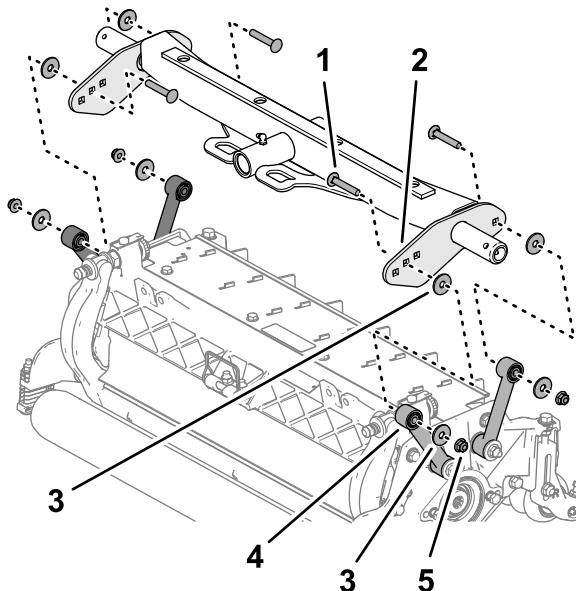

Bild 16
2. Legen Sie eine Unterlegscheibe zwischen der Trägerplatte und dem Lenker ein (Bild 16) und montieren Sie die Platten und das Distanzstück lose mit einer Schlossschraube (3/8" x 2 1/4"), einer Unterlegscheibe und einer Sicherungsbundmutter (3/8").